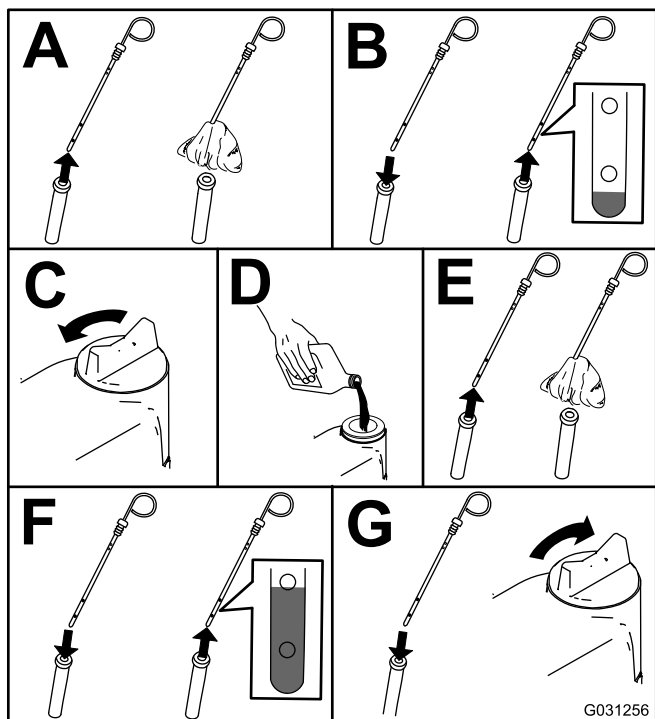

Figura 52
2. Controllate il livello dell'olio del motore; fate riferimento a Figura 52.